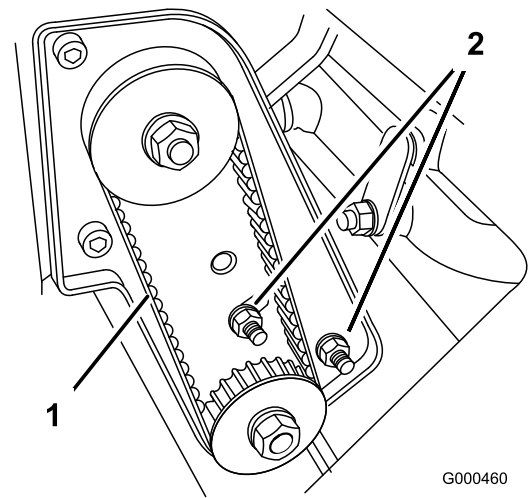

Bild 42
- A. Lösen Sie die Befestigungsmuttern des Lagergehäuses (Bild 42).
- C. Halten Sie die Einstellung des Drehmomentschlüssels und ziehen Sie das Lagergehäuse an den Befestigungsmuttern fest (Bild 42). Ziehen Sie den Riemen nicht zu stark an.